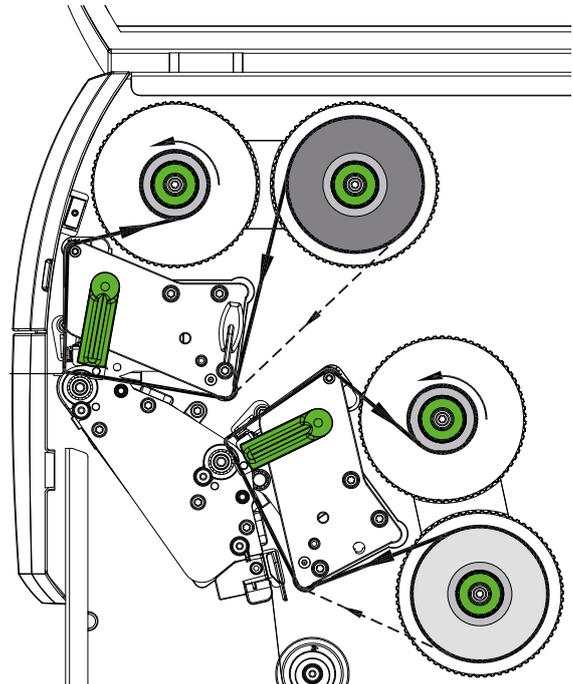

Figura 17 Curso da fita de transferência
5. Inserir o núcleo adequado (2) no enrolador de fita de transferência (3) e fixá-lo da mesma maneira que o rolo da fita.
6. Passar a fita pelo mecanismo de impressão, tal como ilustrado na figura 17.